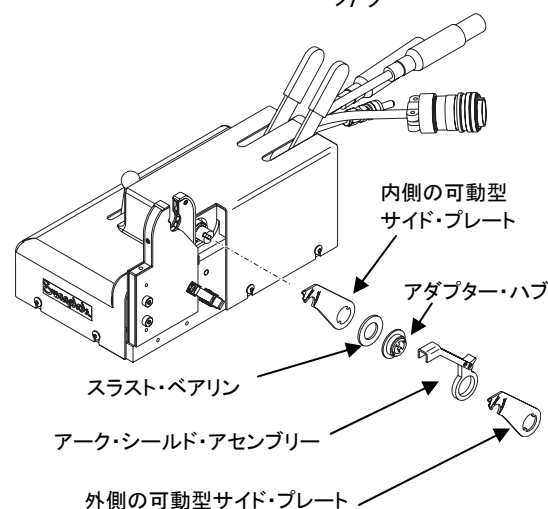

Figure 33 可動型サイド・プレート・アセンブリーを取り外す
4. 外側の可動型サイド・プレート、アーキ・シールド・アセンブリー、アダプター・ハブ、スラスト・ベアリング、および内側の可動型サイド・プレートを外します。**Fig.33** をご参照ください。